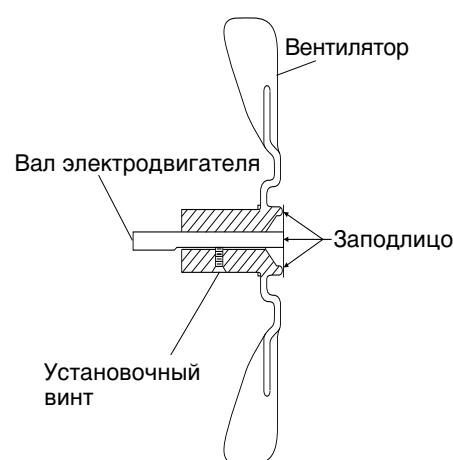

Рис. 30 - Поперечный разрез вентилятора
- Наденьте вентилятор на вал электродвигателя. Установите втулку вентилятора заподлицо с торцом вала электродвигателя (см. рис. 30).